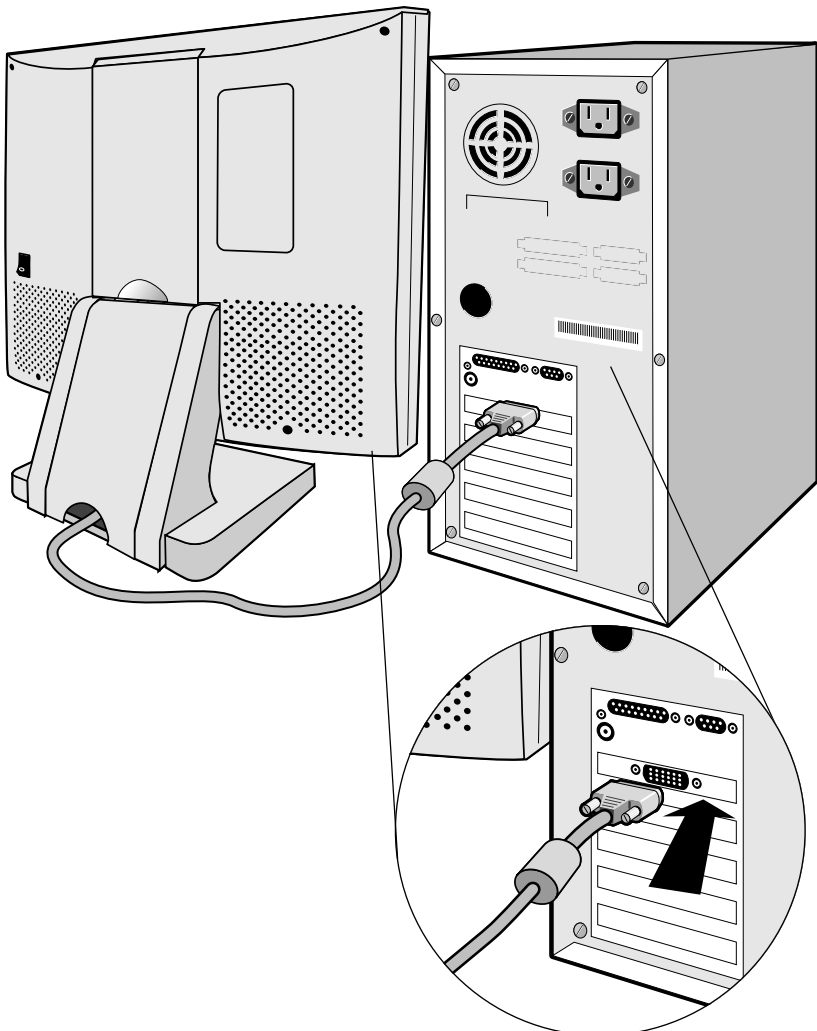

Abbildung . A.2
2. Für den PC: Schließen Sie das andere Ende des Video-Signalkabels an den Displaykarten-Anschluß Ihres Systems an(**Abbildung A.2**). Ziehen Sie alle Schrauben fest.